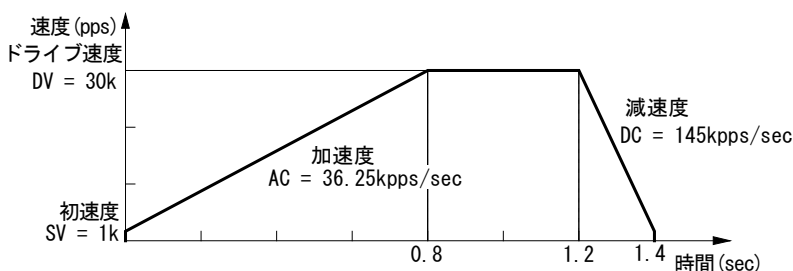
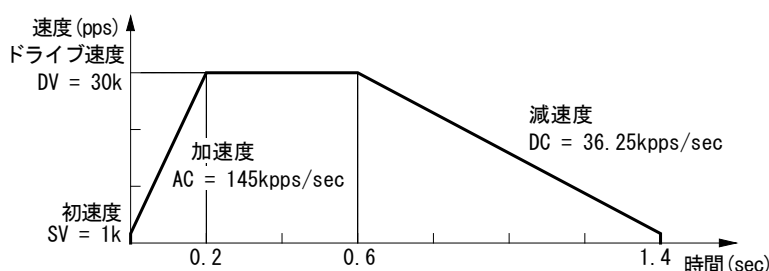

図 2.2-6 非対称直線加減速ドライブ（加速度 < 減速度）
図 2.2-7 非対称直線加減速ドライブ（加速度 > 減速度）
本 IC は、このように加速度と減速度の異なる非対称直線加減速の定量パルスドライブにおいても、自動減速を行うことができます。あらかじめ計算によってマニュアル減速点を設定しておく必要はありません。図 2.2-6 は、加速度より減速度が大きい例、図 2.2-7 は減速度より加速度が大きい例です。このような非対称の直線加減速においても、定量パルスドライブの出力パルス数と、各速度パラメータ値から自動減速開始点を IC 内部で算出します。
- 非対称直線自動加減速ドライブにおいて、加速度 > 減速度 (図 2.2-7) の場合、加速度と減速度の比率に次の条件があります。また、この場合はドライブ速度を4Mpps 以下で使用してください。
- 非対称直線自動加減速ドライブにおいて、加速度 > 減速度 (図 2.2-7) の場合、加速度 AC と減速度 DC の比率が大きくなればなるほど引き摺りパルスが多くなります (AC/DC = 10 倍で最大 10 パルス程度)。引き摺りパルスが問題になる場合には、初速度を上げる、加速カウンタオフセットにマイナス値をセットする、等で対処します。
前記、図 2.2-6 に示す非対称直線自動加減速 (加速度 < 減速度) 相対位置ドライブのパラメータ設定は、以下のようになります。